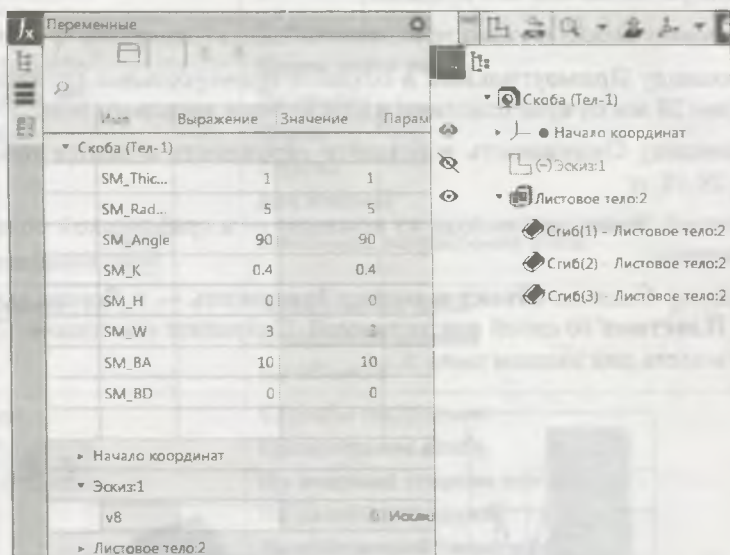

Рис. 29.8. Панель **Переменные** с **Деревом** модели
Обратите внимание на **Дерево** модели, где элемент **Листовое тело** раскрывается на три элемента: **Сгиб (1)**, **Сгиб (2)** и **Сгиб (3)** (рис. 29.8). На панели **Управление** нажмите кнопку **Переменные**. На экране появится панель **Переменные** (рис. 29.9), где вы можете в таблице изменить толщину материала, радиус изгиба и другие параметры, выделив нужную ячейку, удалить значение, ввести с клавиатуры необходимое и нажать клавишу **<Enter>**. Для изменения переменных в поле модели нажмите кнопку **Перестроить**.